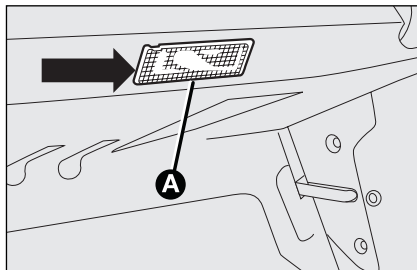

Рис. 42
- нажав по стрелке снимите рассеиватель **A**, **рис. 42**;